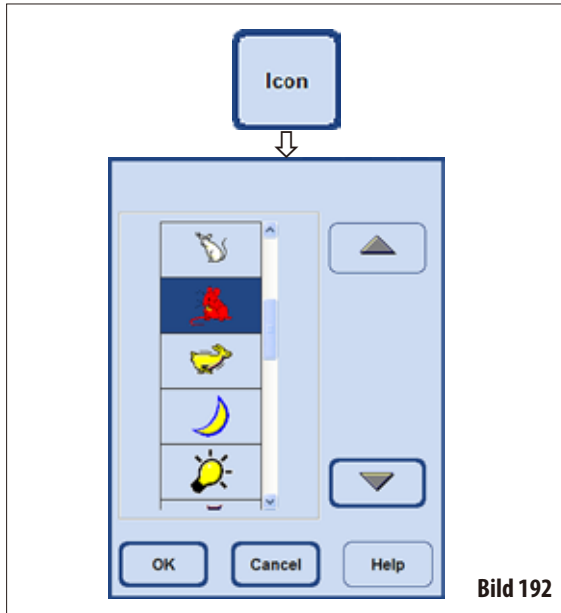

Bild 192
- Tryck på knappen **ICON** (ikon). Ett urvalsfenster med olika symboler visas (bild 192).